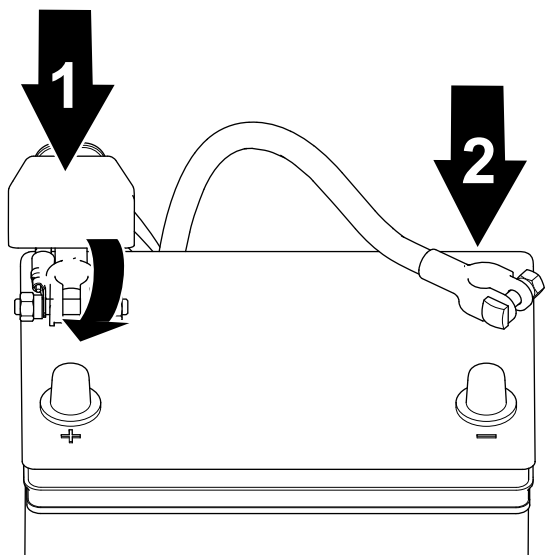

図 41
1. プラス+ケーブルをバッテリーに接続し、クランプナットで接続する 図 41。
2. マイナス-ケーブルをバッテリーに接続し、クランプナットで接続する 図 41。